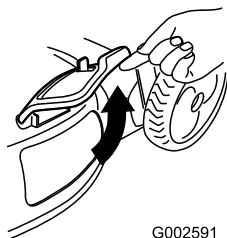

Figura 27
2. Alzate lo sportello di scarico laterale per aprirlo (Figura 27).